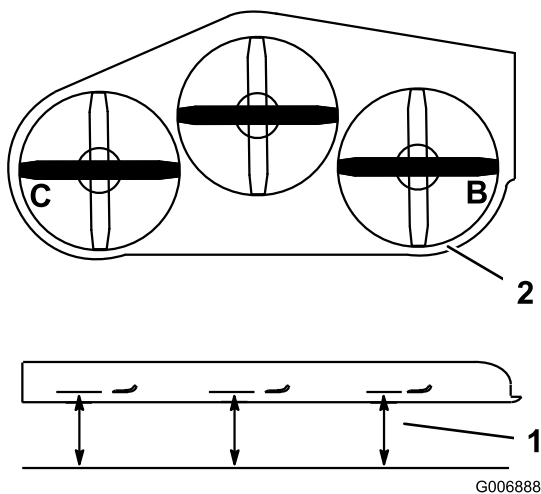

Figure 82
1. Tournez la lame droite dans le sens latéral (Figure 82).
2. Mesurez la distance au point **B** entre la surface plane et le tranchant de la pointe de la lame droite (Figure 82).
4. Tournez la lame gauche dans le sens transversal (Figure 82).
5. Mesurez la distance au point **C** entre la surface plane et le tranchant de la pointe de la lame gauche (Figure 82).